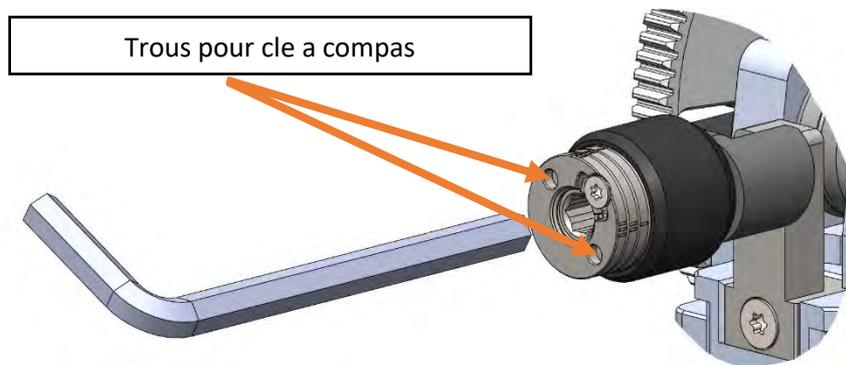

Figure 31
5. Pour procéder au réglage, l'utilisation de la clé à compas et de la clé Allen hexagonale est nécessaire. Insérez la clé Allen dans la fente prévue à cet effet. Insérez ensuite la clé à compas dans les trous prévus à cet effet dans le curseur. Tout en maintenant la touche Allen enfoncée, tournez la clé à compas pour régler la hauteur du curseur au niveau souhaité. Figures 31 et 32 ;